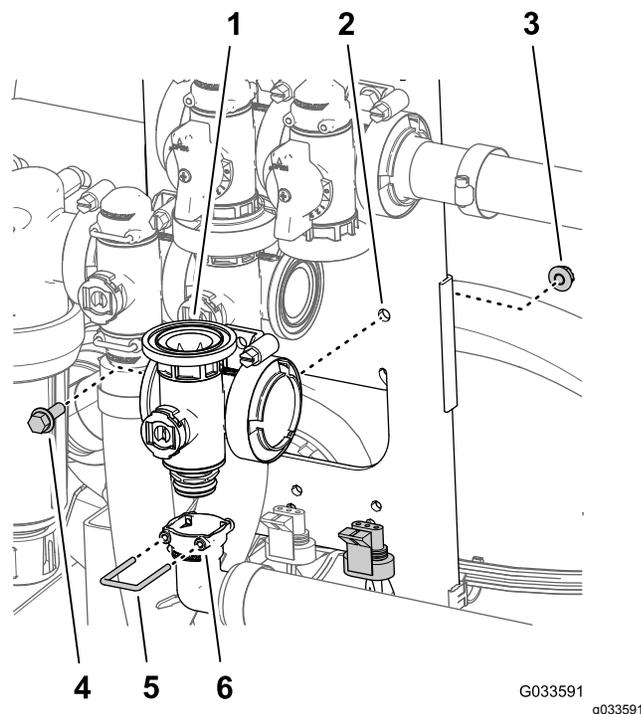

Bild 130
Verteiler für das Hauptauslegerventil mit dem Kupplungsanschlusstück aus (Bild 130).
- Stecken Sie einen Halter in die Buchse des Auslaufanschlusstückes, um das Kupplungsanschlusstück des Auslaufanschlusstückes zu befestigen (Bild 130).